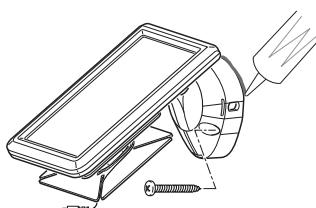

Figura 8
- Coloque el panel solar contra la superficie de montaje y marque los orificios de montaje (vea la Figura 8).